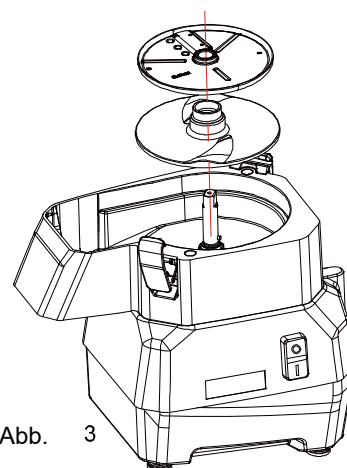

Abb. 3
4.4.3.3 Setzen Sie die Ablassscheibe und die Trennscheibe in die Abtriebsachse ein, wie in Abbildung 3 dargestellt.